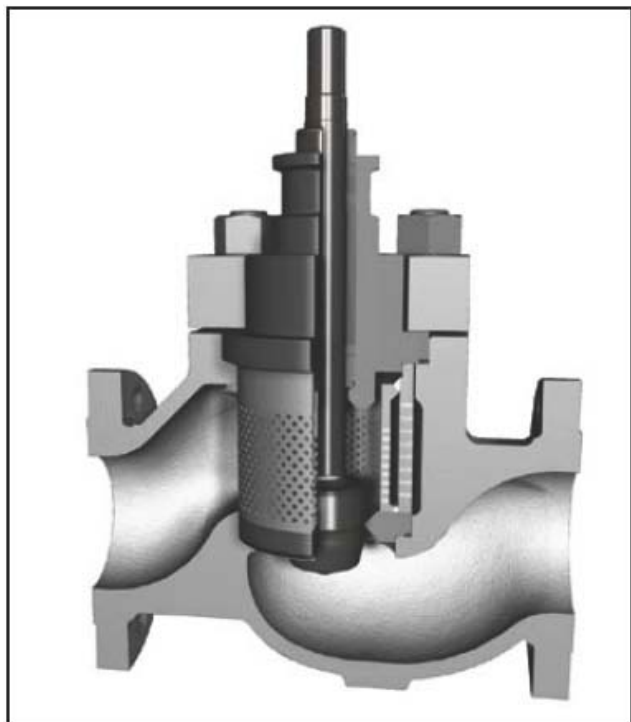

Рисунок 8.
8.3.1. В отличие от стандартного клапана Марки 1 конструкции MegaStream стандартный фиксатор заменен фиксатором с просверленными ступенчатыми отверстиями, см. рис. 8. Затвор и крышка обычно идентичны стандартной конструкции Марки 1. Сборка и разборка клапана производятся в соответствии со стандартными процедурами.